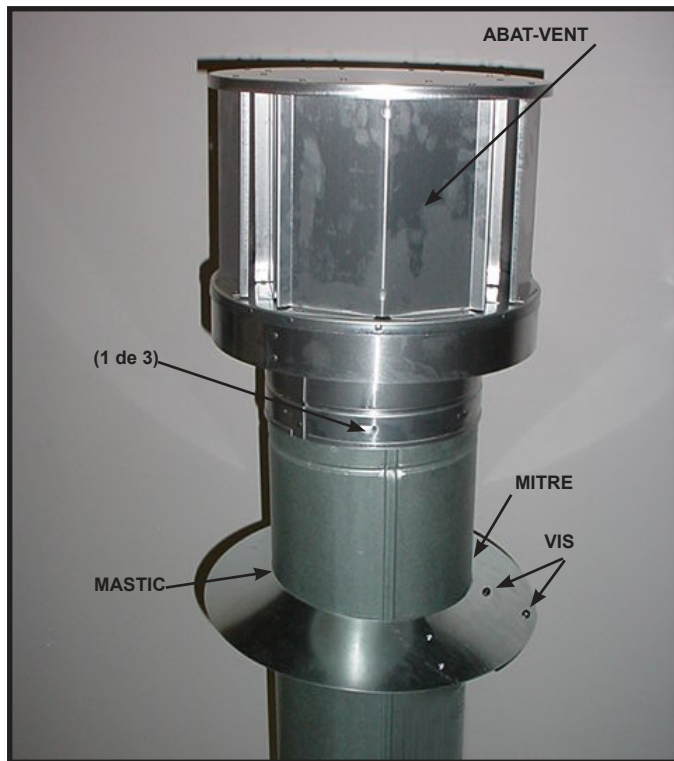

Figure 10.15
- Appliquez du mastic autour de la partie supérieure de la mitre (voir la Figure 10.15).
- Fixez l'abat-vent en posant les trois vis autotaraudeuses (fournies) dans les trous guides du collier extérieur de l'abat-vent, jusque dans le tuyau extérieur du conduit (voir la Figure 10.15).